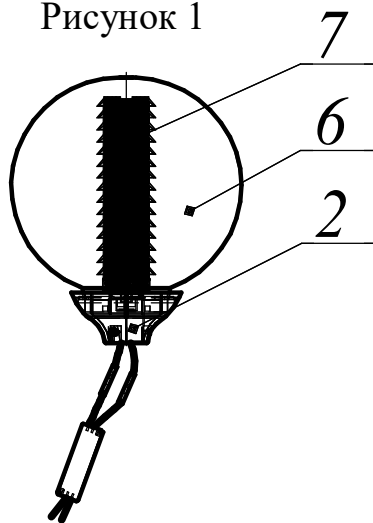

Рисунок 3
6. Рассеиватель Shar прозрачный поз. 6 см. рисунок 3.